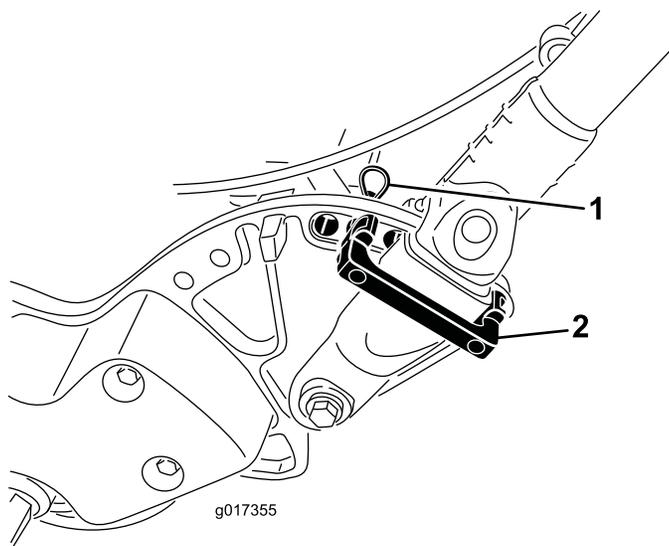

図 25
1. 機体左右のハンドルリテーナからヘアピンコッターを抜き取る 図 25。
2. ハンドルを支えながら、左右のヘアピンコッターを抜き、ハンドルを希望の位置にセットする 図 25。